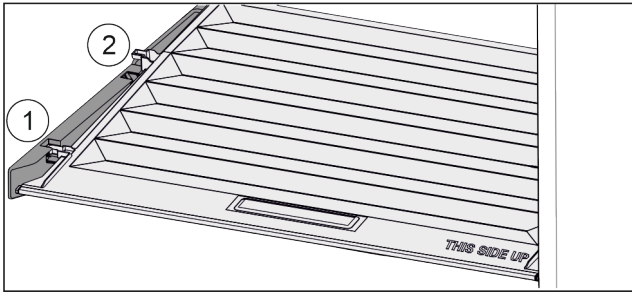

Fig. 50
- ▶ Кришку до отвору в деталях для підтримки потягнути вперед Fig. 50 (1).
- ▶ Підняти ззаду знизу та вийняти Fig. 50 (2) вгору.